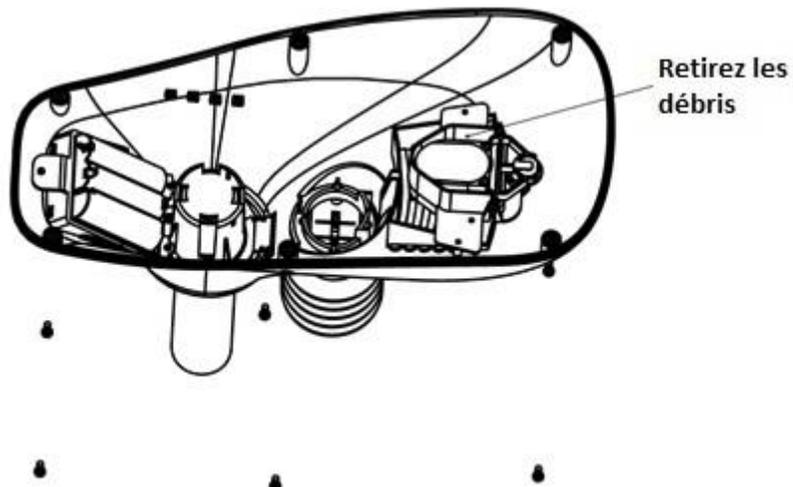

Figure 35
3. Retirez les éventuels débris et toiles d'araignées, tel qu'illustré Figure 35.